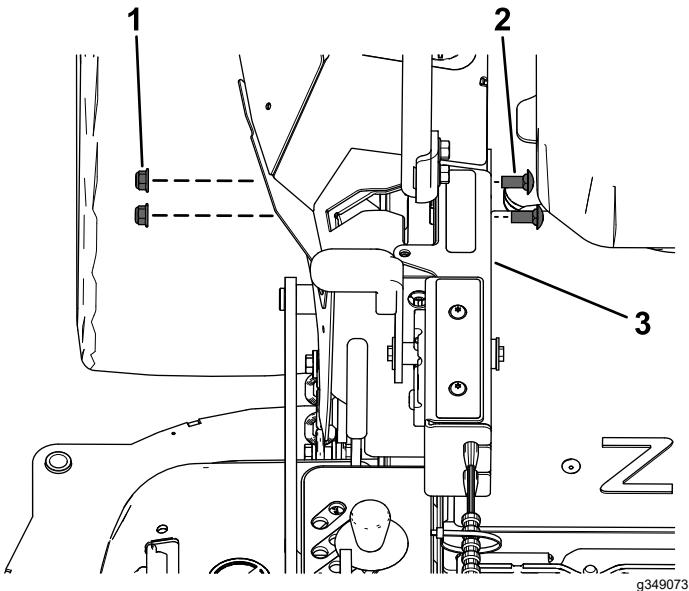

Figura 17
6. Fije la caja de control a la cubierta de control de movimiento derecha con 2 pernos de cuello cuadrado ($\frac{3}{8}$ " x $\frac{7}{8}$ ") y 2 contratuercas ($\frac{3}{8}"), tal y como se muestra en la Figura 17.$